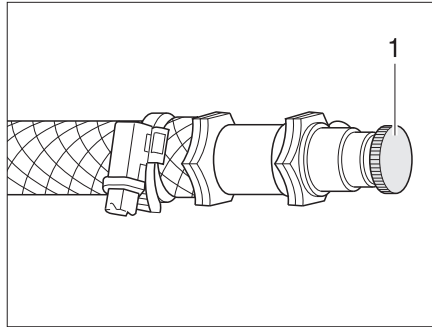

Bild 270 Avluftningsventil varmvatten-
- Öppna avluftningsventilen (Bild 270,1) och låt den vara öppen så länge det kommer ut luft.